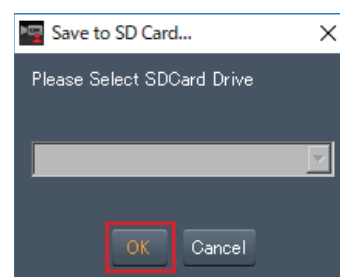

図 2
4. 保存する SD カードを選択し [OK] をクリックする (図 2)